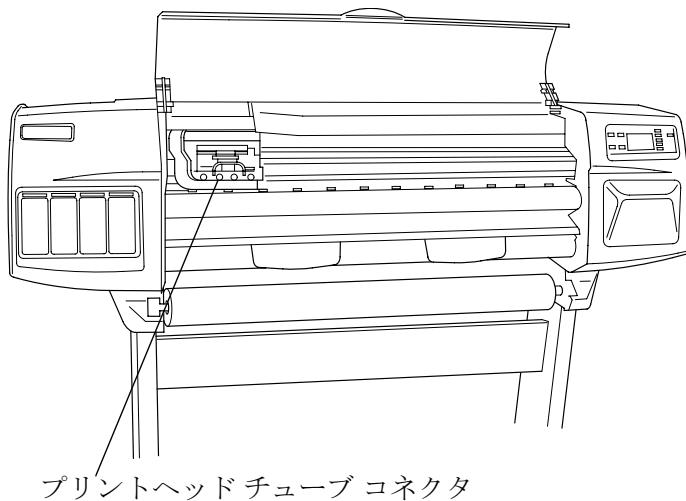

図 38：カッター アッセンブリ
- 2 プリントヘッド チューブ コネクタに対して作業を行えるように、キャリッジの位置を移動します(図38参照)。